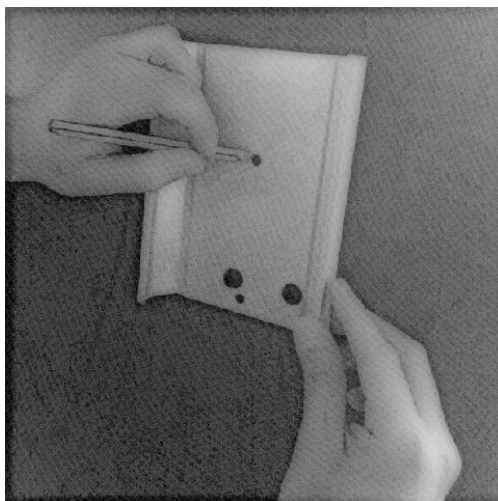

Figura 1.
PASO 1: Marcar agujeros (Figura 1).